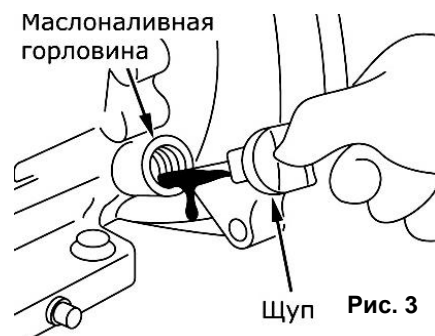

Рис. 3
- Протрите щуп тканью и вставьте обратно в отверстие незавинчивая. Снова выньте щуп – и на нем останется метка уровня масла (См. Рис.3)
- Если уровень масла меньше нижней линии (L) на щупе, долейте масло до верхней линии (H).